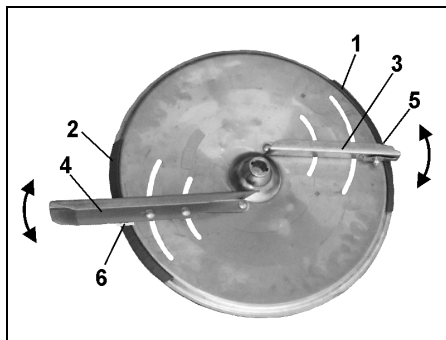

Fig. 35
För enkel och exakt inställning av spridarvingarna finns på vardera tallriken två skalor som inte kan förväxlas (Fig. 35/1 och Fig. 35/2).
Den kortare spridarvingen (Fig. 35/3) har en skala (Fig. 35/1) med inställningsvärde från 5 till 28 och den längre spridarvingen (Fig. 35/4) har en skala (Fig. 35/2) med inställningsvärde från 35 till 55.
Vridning av spridarvingarna mot ett högre skalvärde (Fig. 35/1 resp. Fig. 35/2) ger en större arbetsbredd.
- Sök upp värdet för den korta spridarvingen på skalan (Fig. 35/1).
- Ställ in avläsningskanten (Fig. 35/5) på den korta spridarvingen (Fig. 35/3) mot skalvärdet och drag på nytt åt vingmuttern.
- Sök upp värdet för den långa spridarvingen på skalan (Fig. 35/2) aufsuchen.
- Ställ in avläsningskanten (Fig. 35/6) på den långa spridarvingen (Fig. 35/4) mot skalvärdet och drag på nytt åt vingmuttern.